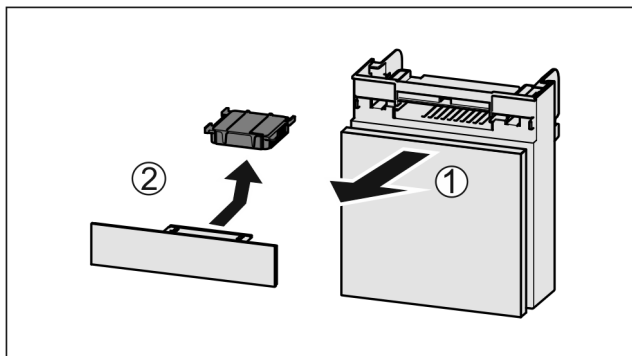

Fig. 195
- ▶ Extraire le compartiment par l'avant Fig. 195 (1).
- ▶ Sortir le filtre à charbon actif Fig. 195 (2).